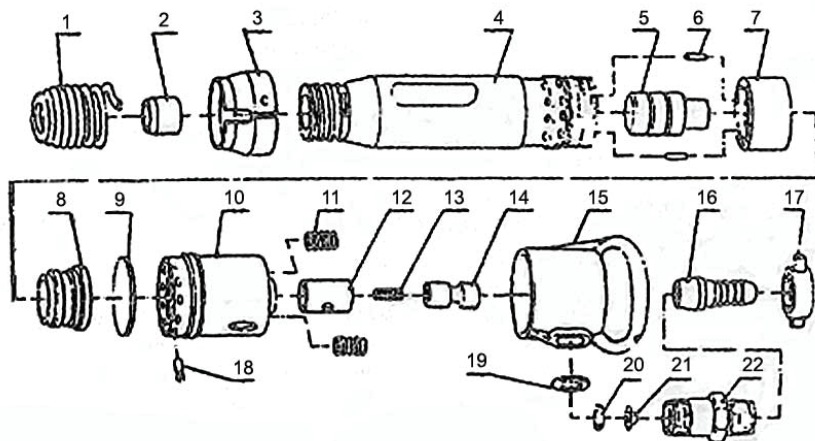
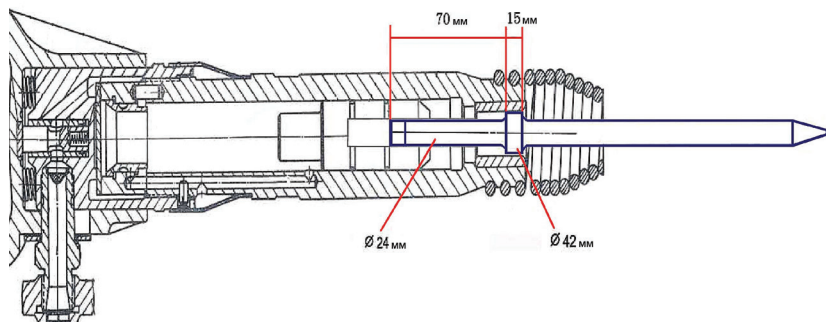

рис. 1
рис. 2
1.6 Схема молотка представлен на рис.1
- запуск сжатого воздуха в цилиндр ствола поочерёдно в камеры прямого и обратного хода ударника (рис.1 поз.5) и выпуск отработанного воздуха в атмосферу;
1.7.2 Для предотвращения самоотвёртывания резьбового соединения ствола (рис.1 поз.4) и промежуточного звена (рис.1 поз.10), устанавливается фиксатор (рис.1 поз.18) при совмещении отверстия ствола с прорезью промежуточного звена.
1.7.3 Рукав, подводящий воздух от компрессора к молотку, крепится на ниппель (рис.1 поз.16) накидной гайкой (рис.1 поз.17).
1.7.4 Дополнительную фиксацию рабочего инструмента обеспечивает конусообразная демпферная пружина (рис.1 поз.1), накрученная на ствол, как изображено на рис.2.
- снимите демпферную пружину (рис.1 поз.1) и извлеките рабочий инструмент;
кольцо (рис.1 поз.3);
- снимите с молотка воздухораспределительное устройство с крышкой клапана (рис.1 поз.9) и разберите его;
- извлеките из ствола ударник (рис.1 поз.5);
- открутите из промежуточного звена вентиль (рис.1 поз.14);
- снимите рукоятку (рис.1 поз.15), пружину вентиля (рис.1 поз.13) и демпфирующие пружины рукоятки (рис.1 поз.11);